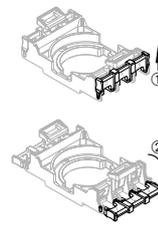

Fig. 3
- Ouverture des attaches (voir Fig. 3)